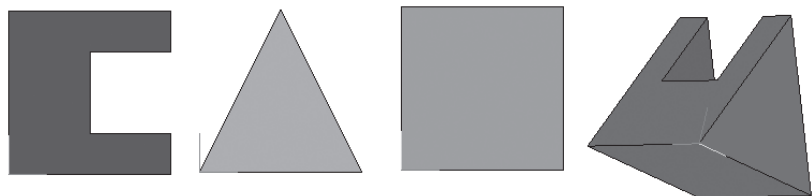

Рис. 403
- вращая модель, проверьте правильность построения (рис.403).